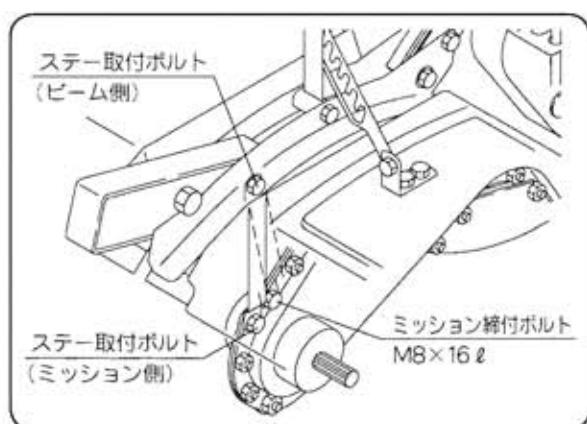

図52
- ② ステー取付ボルト（ビーム側）を緩めてください。 (図52)
- ③ ステー取付ボルト（ミッション側）のボルトを取り外してください。 (図52)
- ④ ミッション締付ボルト（M8×16ℓ）を外してください。 (図52)